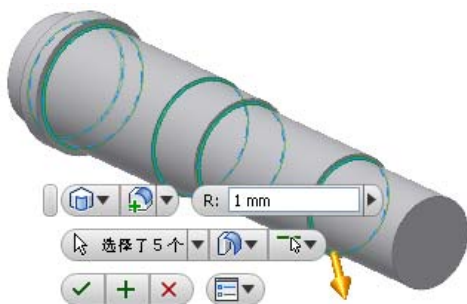

图 7-6 倒圆角示意图
①单击【三维模型】标签栏【修改】面板上的【圆角】工具按钮, 打开“圆角”对话框, 选择传动轴的 4 处台阶处的 5 个尺寸突变处, 圆角半径设定为 1, 倒圆角示意图如图 7-6 中所示, 单击【确定】按钮完成圆角的创建。